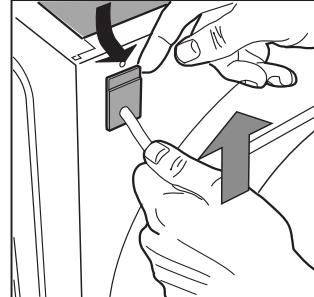

Abb. 5
4. Drücken Sie den oberen Teil der Kabeldurchführung leicht von der Rückwand weg, ziehen Sie daraufhin das Versorgungskabel nach oben hin heraus [Abb. 5]. Gehen Sie in umgekehrter Reihenfolge vor, um das neue Kabel anzuschließen.